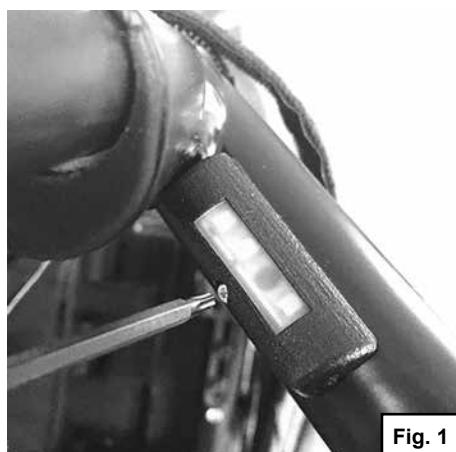

Fig. 1
5. Serrez la vis auto-taraudeuse à un couple de serrage maximum de 2 Nm (Fig. 1)